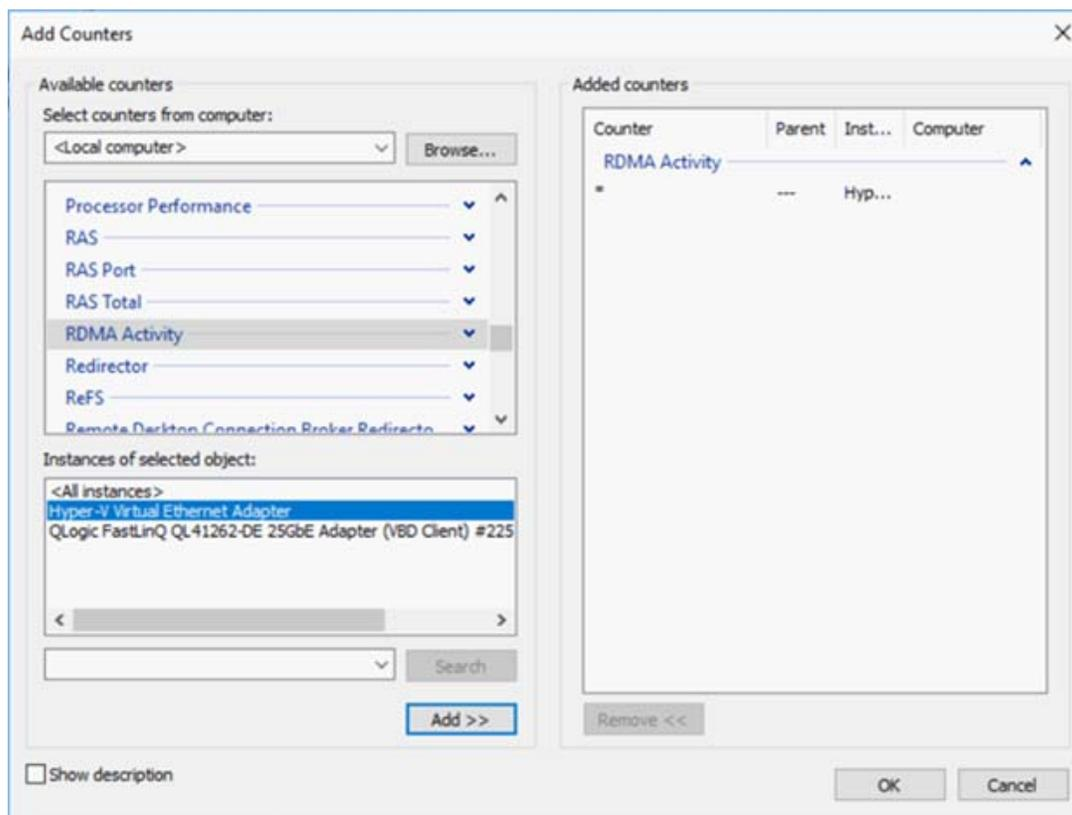

Abbildung 13-5. Zähler hinzufügen – Dialogfeld
2. Füllen Sie das Dialogfeld „Add Counters“ (Zähler hinzufügen) (Abbildung 13-5) wie folgt aus: